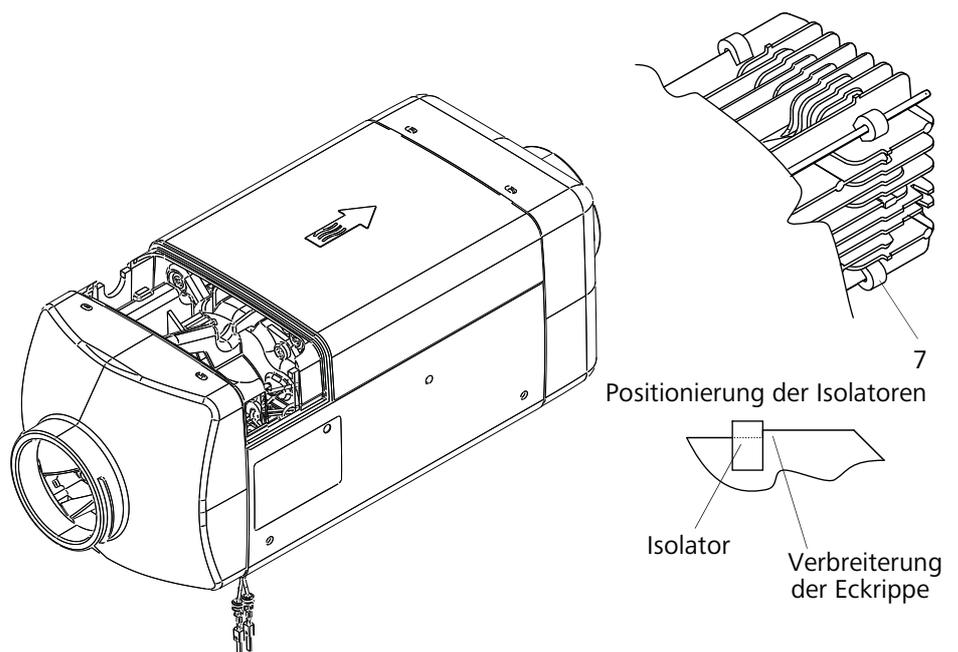

Abb. 902 Entfernen / Aufsetzen der Gehäuseteile
Die Abdeckung (1, Abb. 902) kann mit einer stumpfen Klinge, in den Bereichen (X) abgehebelt werden.
Beide Abdeckungen (3 und 6, Abb. 902) können durch Eindrücken der 4 Rastnasen mit geeignetem Werkzeug oben und unten aus der Arretierung gelöst und entfernt werden.
Durch Ziehen nach oben kann die Schale (2, Abb. 902) abgehoben werden.
Durch beidseitiges, leichtes Ziehen an der unteren Schale (4, Abb. 902), in den Bereichen (Y), wird die Arretierung gelöst und die Schale kann vom Motorgehäuse getrennt werden.
- Die vier Isolatoren (7, Abb. 902) auf die vier Eckrippen des Wärmeübertragers aufschieben und exakt neben der Rippenverbreiterung positionieren.
- Sicherstellen, dass alle vier Isolatoren (7, Abb. 902) fest sitzen.
Beim Aufsetzen der unteren Schale (4, Abb. 902) diese leicht aufspreizen, damit die Abstandshalter des Überhitzungstemperatursensors (ÜHT) (8, Abb. 903) nicht beschädigt werden.
1. Untere Schale (4, Abb. 902) seitlich leicht aufspreizen und von unten auf das Heizgerät aufstecken, bis die Fixierstifte des Heizgeräts in den Bohrungen an der Schale einrasten.
1. Obere Schale (2, Abb. 902) auf das Heizgerät aufsetzen und in den Nuten der unteren Schale fixieren.
1. Abdeckungen (3 und 6, Abb. 902) aufschieben, bis die 4 Fixierbohrungen ordnungsgemäß in die Rastnasen der unteren und oberen Abdeckung einrasten.
1. Die Gitter (5, Abb. 902) auf die Abdeckungen für Heizlufteintritt und -austritt aufsetzen und durch Verdrehen arretieren.
1. Die Abdeckung (1, Abb. 902) aufschieben, bis sie hörbar in der oberen Abdeckung einrastet.